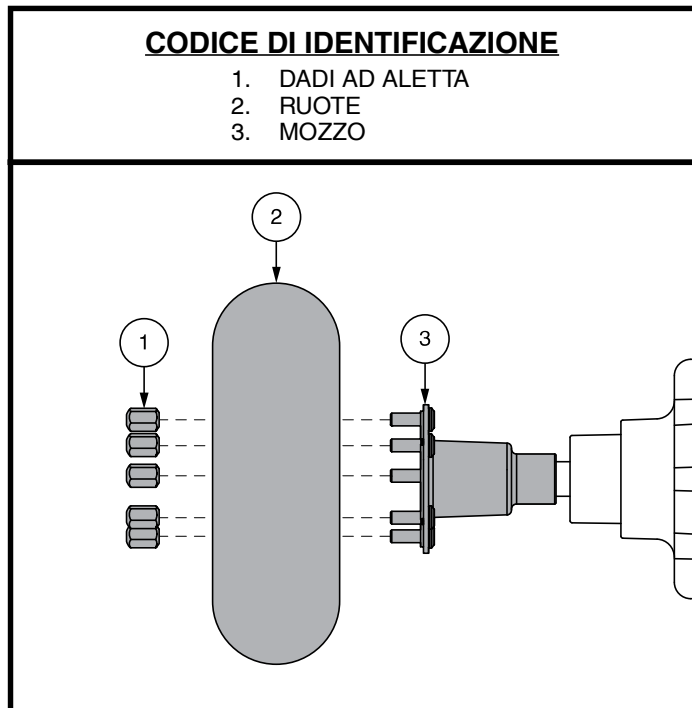

Figura 28. Ruota motrice smontata
4. Rimuovere i dadi ad aletta. **Vedere figura 28.**